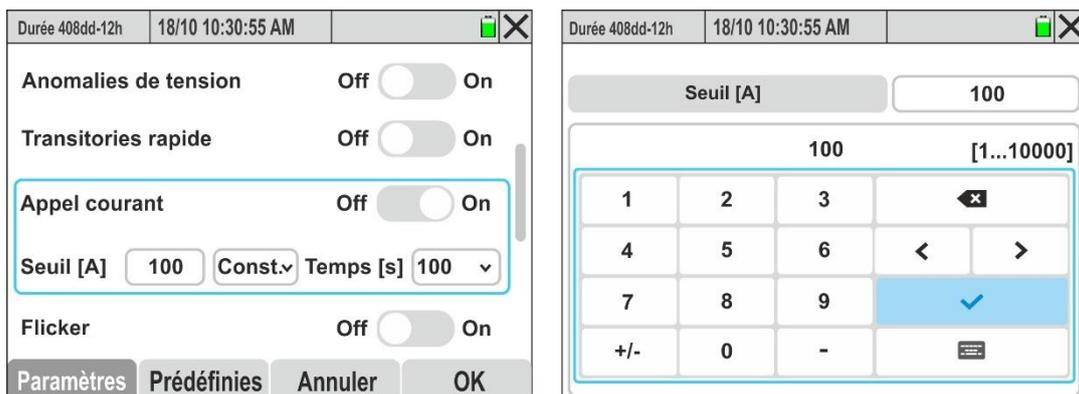

Fig. 34: Activation/désactivation de l'enregistrement des courants d'enclenchement
27. Déplacer d'une simple pression le sélecteur virtuel du champ « **Appel courant** » (voir § 10.3) en position « **On** » (activation de l'enregistrement des événements relatifs aux courants d'enclenchement des machines électriques) ou en position « **Off** » (désactivation de l'enregistrement des courants d'enclenchement). La page-écran de la Fig. 34 – partie gauche s'affiche à l'écran
28. Toucher le champ « **Seuil [A]** » pour définir le seuil de courant au-delà duquel l'événement courant d'enclenchement est détecté et enregistré par l'instrument. La page-écran de la Fig. 34 – partie droite s'affiche à l'écran